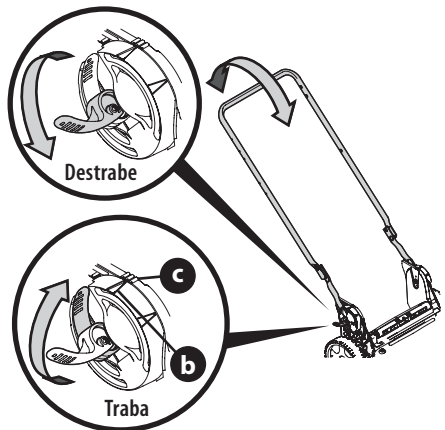

Figura 18
1. Destrabe las dos palancas de liberación de manija. Vea el recuadro de la Figura 18.
3. Trabe las dos palancas de liberación de manija. Vea el recuadro de la Figura 18.